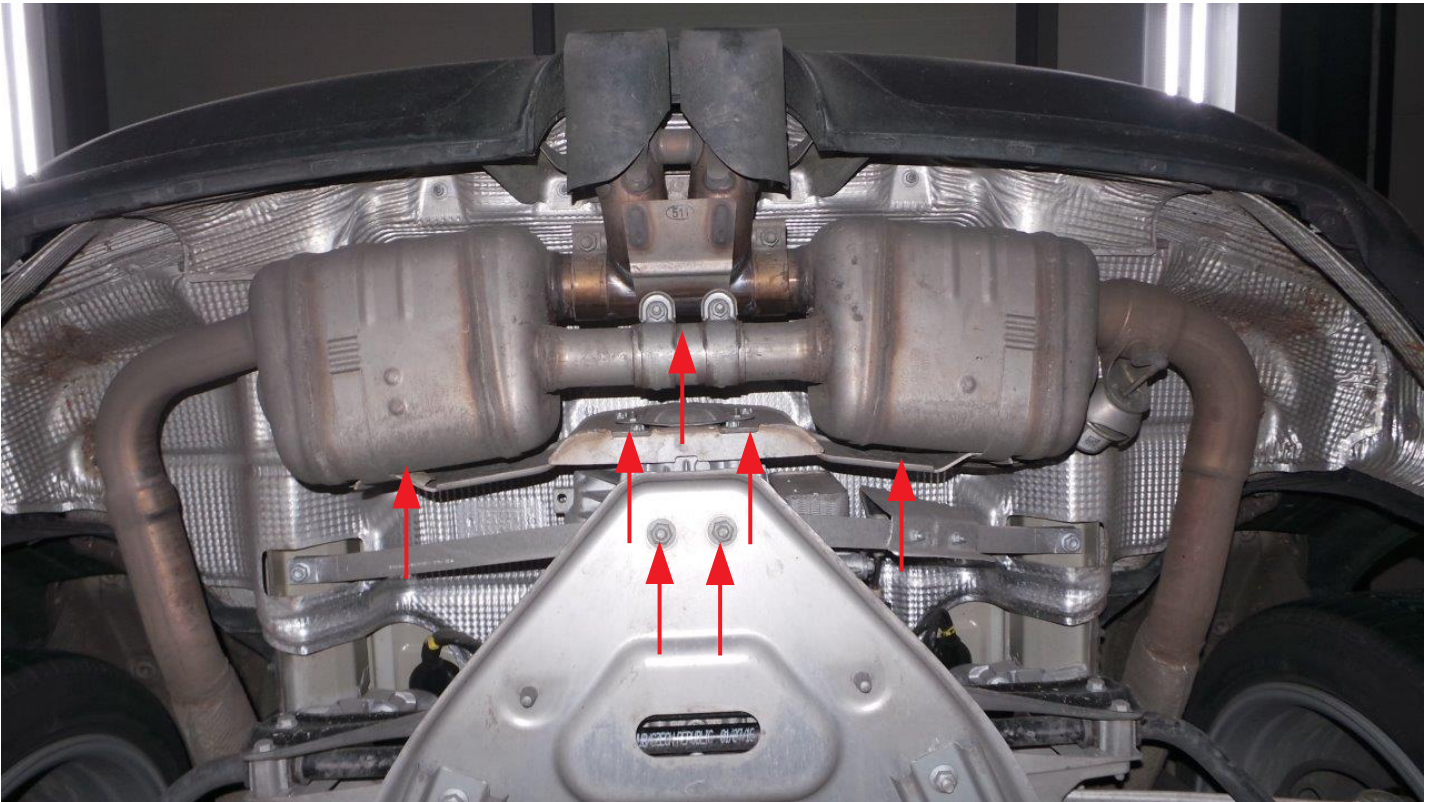

Abb.4: Demontieren des Endschalldämpfers
s. Abb.4- 5 Die Halterplatte wird dabei demontiert und später durch das